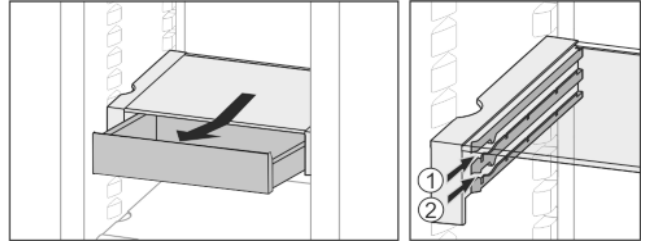

Fig. 21
- ▶ Vstavite ga na poljubni višini Fig. 21 (1) ali Fig. 21 (2).